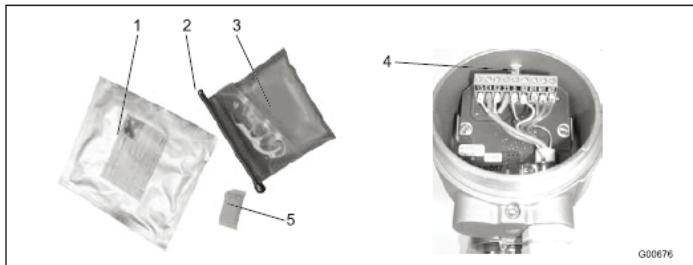

图 34
- 传感器接线盒不得太满。使密封剂远离 O 形圈和密封件/密封槽（参见图 34）。